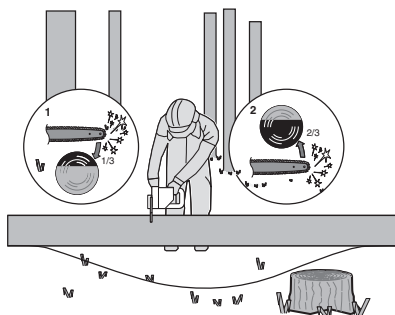

Bild 5
När stocken stötts i båda ändarna, så som visas på bild 5, såga 1/3 diameter från ovsidan (kapning från ovsidan) (1). Gör sen den avslutande kapningen genom kapning från undersidan, från de undre 2/3 (2), för att möta den första sågningen.